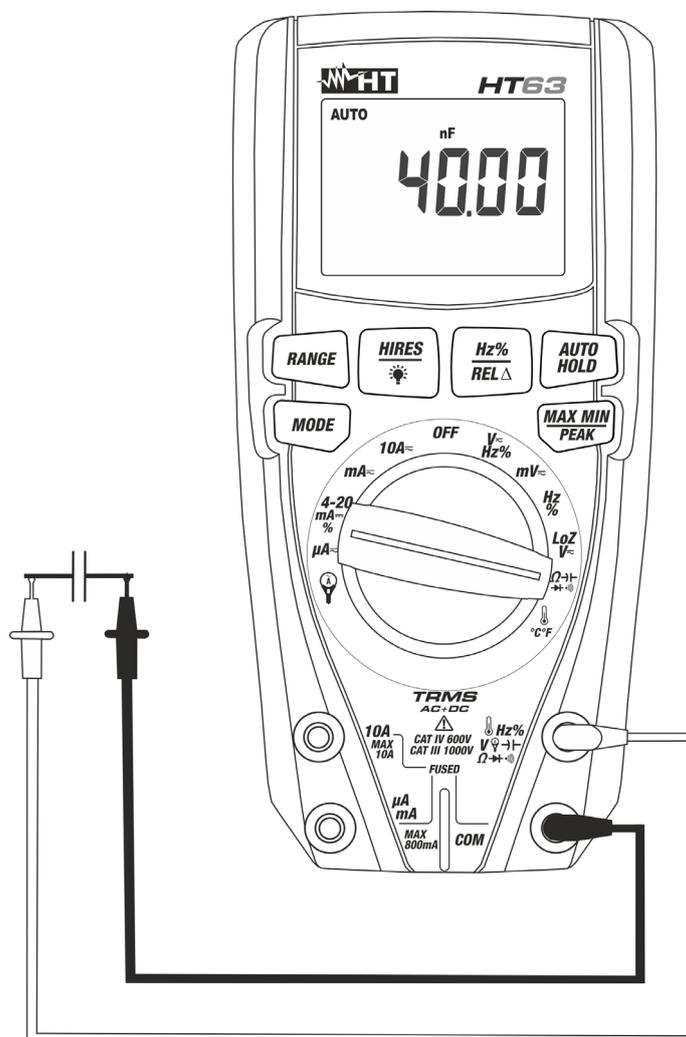

Fig. 8: Uso dello strumento per misura di Capacità
5. Posizionare i puntali ai capi del condensatore in esame rispettando eventualmente le polarità positive (cavo rosso) e negative (cavo nero) (vedere Fig. 8). Il valore della capacità è mostrato a display. La barra grafica non è attiva in questa funzione. **In funzione del valore di capacità da misurare, lo strumento potrebbe impiegare circa 20s prima di visualizzare il valore finale corretto**